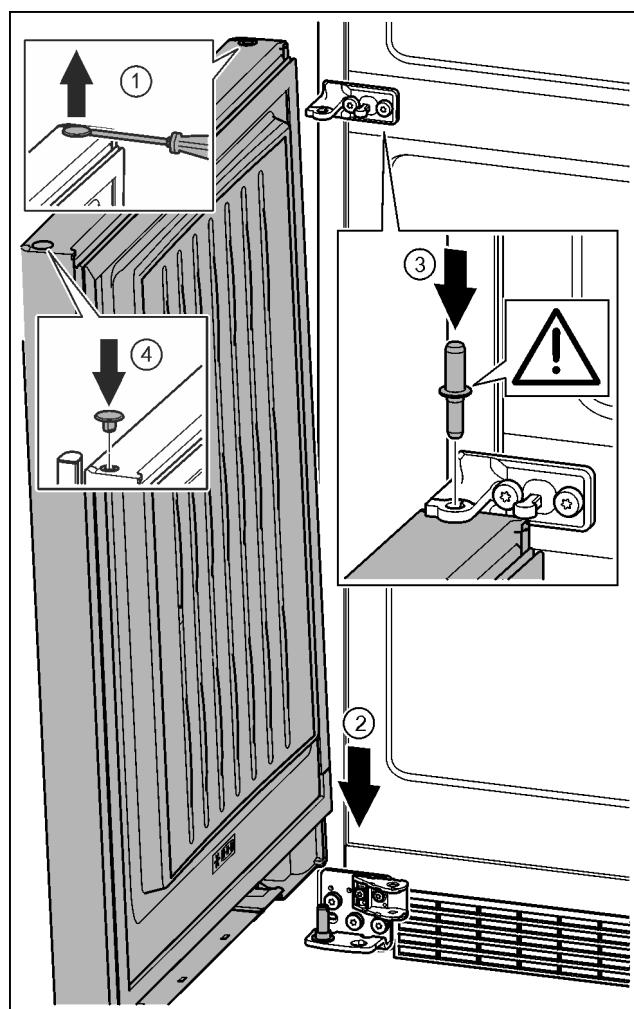

Fig. 35
- ▶ За допомогою шліцевої викрутки обережно підніміть пробку та витягніть її. Fig. 35 (1)
- ▶ Встановіть дверцята зверху на нижній опорний гвинт. Fig. 35 (2)
- ▶ Середній опорний гвинт встановіть в нижні дверцята через середній опорний кронштейн. При цьому виступ фіксатора повинен бути спрямований назад. Fig. 35 (3)
- ▶ Знову вставте пробку з іншого боку дверцят. Fig. 35 (4)